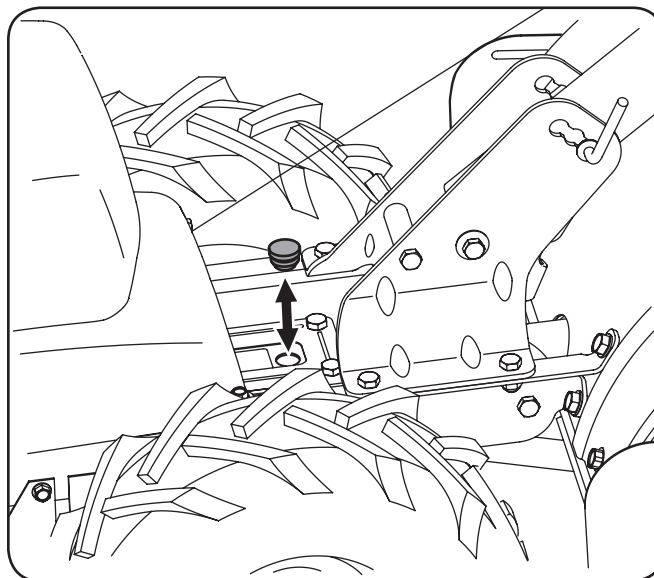

Figura 6-1
- Extraiga el tapón de llenado de aceite del alojamiento de la transmisión y mire en el interior del orificio de llenado de aceite para ubicar el eje del accionamiento principal que está ubicado debajo del orificio. Vea la Figura 6-1.